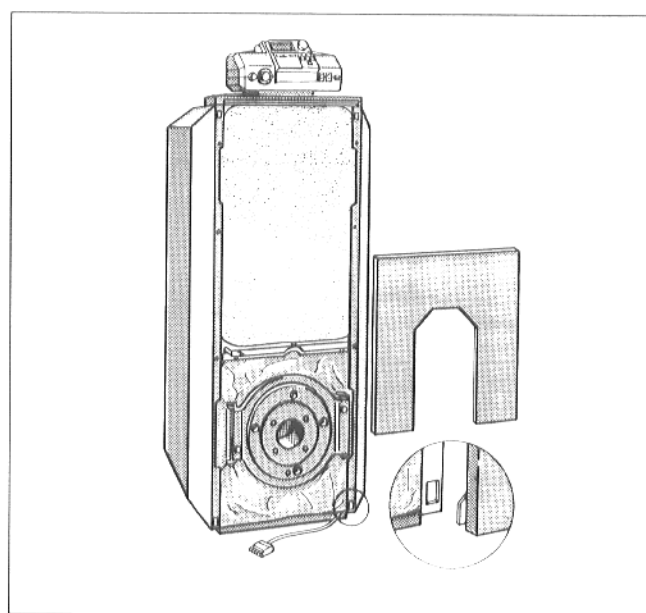

Abb. 28
- Untere Vorderwand mit den beiden Haken unten rechts und links in die Schlitz der Seitenwandabkantung und oben in die Traverse einhängen (Abb. 28).